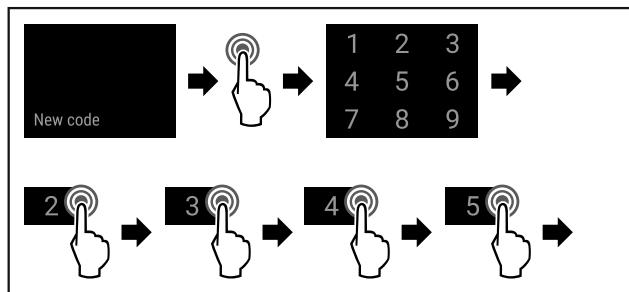

Fig. 82
- Obavite korake postupka (pogledajte Fig. 82).